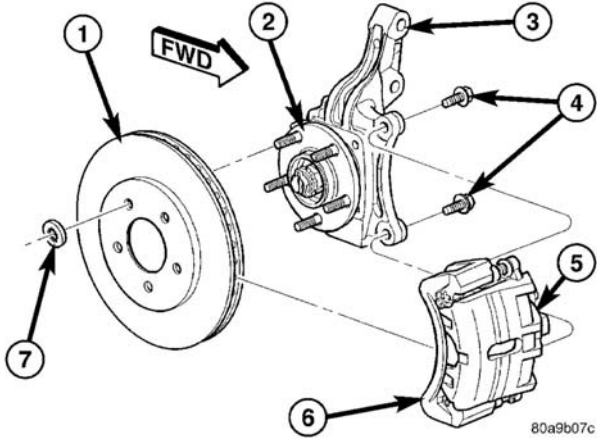

图 34 前制动器固定
(1) 用车架接触式举升器或支持架升起车辆。参见举升车辆润滑和检修。
(2) 从车辆上拆卸前车轮和轮胎总成。
(3) 拆卸将制动钳体固定到转向节上的两个安装螺栓（图 34）。
(4) 将制动钳和制动钳体作为一个总成从转向节上拆卸下来（图 34）。使用线或弹性绳把总成吊开。小心不要过份拉长制动软管。
(5) 向外直接拉动制动盘，把制动盘从车轮安装螺栓上卸下来（图 34）。
（3）将制动盘装回轮毂和轴承（图 34）。
（4）从制动盘上装回制动钳及钳体，并使钳体的安装孔与转向节上的安装孔对齐（图 34）。